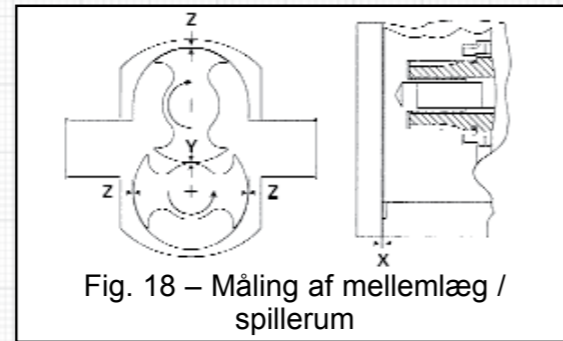

Fig. 18 – Måling af mellemlæg / spillerum
- Mål tykkelsen af hvert mellemlægssæt til hver aksel og beregn tykkelsen på de mellemlæg, der skal tilføjes eller fjernes på hver aksel for at opnå det forreste spillerum, der er anført i fig. 18a. Mellemlæg kan fås i trin på 0,025 mm. (Se fig. 18).